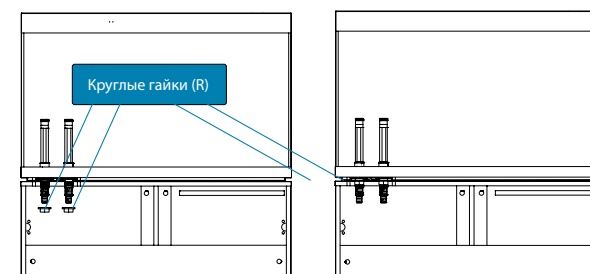
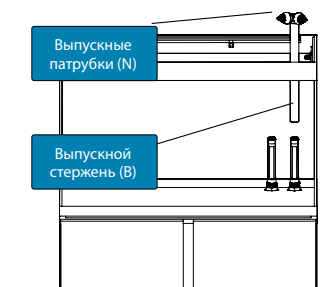

Рис. 3
Рис. 4
- Откройте шкаф. Завинтите и затяните круглую гайку (R) на нижнем конце стержня (A) (рис. 3).
- Вставьте выпускной патрубком (N) в один конец выпускного стержня (B).
- Наденьте выпускной стержень (B) на соединительный стержень (A) (рис. 4).
- Отрегулируйте высоту выпускных патрубков в зависимости от ваших условий, двигая выпускной стержень (B) вдоль соединительного стержня (A).
- Выпускные патрубки (N) можно легко повернуть, чтобы отвести воду туда, куда нужно.
- Откройте шкаф. Завинтите и затяните круглую гайку (R) на нижнем конце второго стержня (A) (рис. 3).